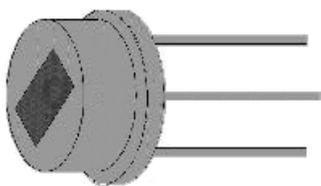

Рис.2. Пироприемник
1. Принцип действия пассивных инфракрасных извещателей основан на регистрации инфракрасного сигнала движущегося нарушителя и формировании сигнала тревоги. Для реализации данного принципа объем охраняемого пространства разбивается на зоны (лучи). Инфракрасное излучение в каждой из зон фокусируется на чувствительный элемент. При появлении последовательно в нескольких зонах, через заданный промежуток времени, инфракрасного сигнала с характеристиками, аналогичными характеристикам сигнала излучаемого человеком, схемой извещателя формируется сигнал тревога. В качестве чувствительного элемента, улавливающего инфракрасное излучение, используется пироэлемент, на котором под воздействием инфракрасного излучения возникает электрический потенциал, используемый в качестве полезного сигнала. Пироэлемент помещен в корпус с фильтром, не пропускающим видимый свет (рис.2).